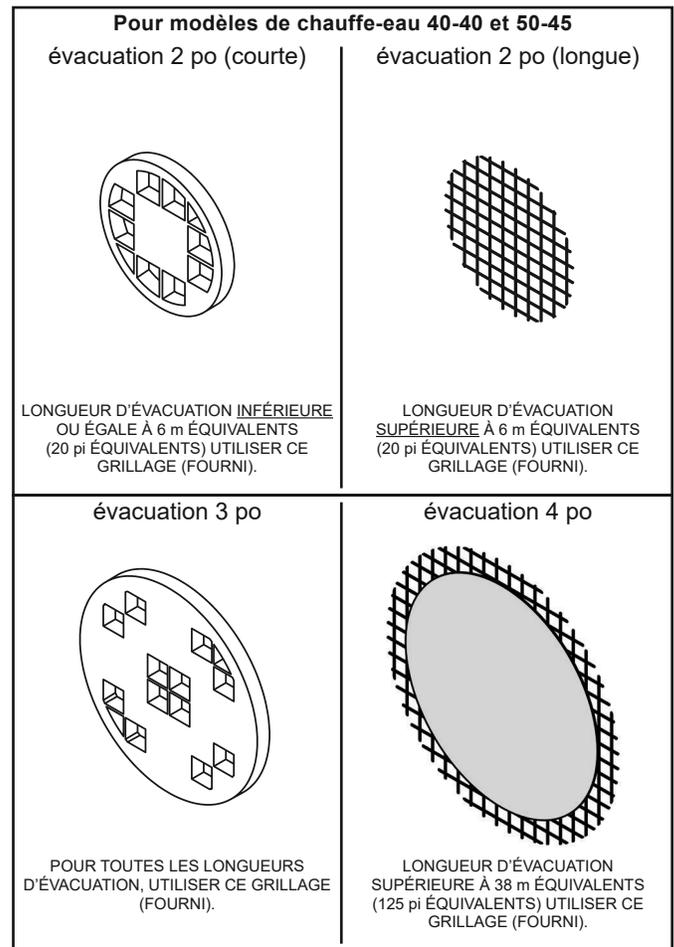
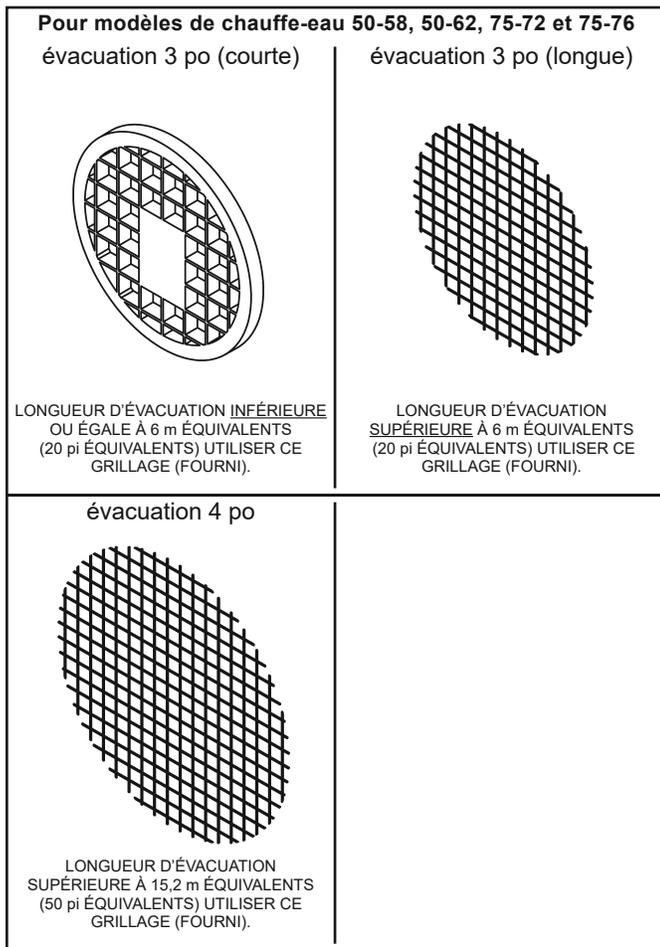

Figure 32.
Figure 33.
* Voir Figure 32 et Figure 33.
Utiliser le grillage de bouche d'évacuation approprié comme illustré dans la Figure 32 et la Figure 33. Installer le grillage de bouche d'évacuation à la fois dans le tuyau d'admission d'air et dans le tuyau d'évacuation des gaz de combustion.
Ce chauffe-eau comporte une (1) paire de grillages d'évacuation plus restrictifs et une (1) paire de grillages d'évacuation moins restrictifs (voir Figure 32 et Figure 33). Pour obtenir un fonctionnement sans danger et un rendement optimal, veiller à ce que le grillage d'évacuation correct soit utilisé pour la longueur d'évacuation dans votre installation. Le grillage d'évacuation est nécessaire pour empêcher des corps étrangers, rongeurs et petits oiseaux de pénétrer dans le système d'évacuation. Ces grillages sont dimensionnés de façon à assurer un rendement énergétique maximal du système d'évacuation en fonction de la « longueur équivalente » de la tuyauterie d'évacuation. **CHOISIR UNIQUEMENT le GRILLAGE PARTICULIER QUI CORRESPOND À LA CONFIGURATION DE L'ÉVACUATION** (voir Figure 32 et Figure 33). Le grillage d'évacuation doit **IMPÉRATIVEMENT** être installé pour assurer le bon fonctionnement du chauffe-eau. La méthode de détermination de la « longueur équivalente » est illustrée à la Table 5.
- Le chauffe-eau est aussi livré avec plusieurs grillages d'évacuation (voir Figure 32 et Figure 33).